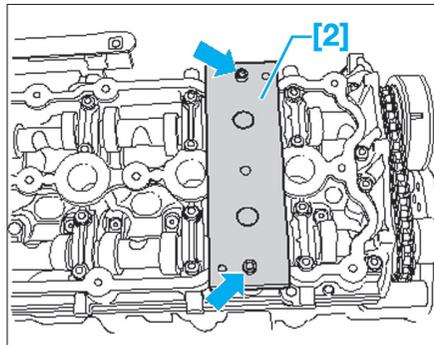

Fig. 57
- [2]. Outil de fixation (réf. T10252) (Fig.57).
- Placer l'outil de fixation [2] (Fig.57).